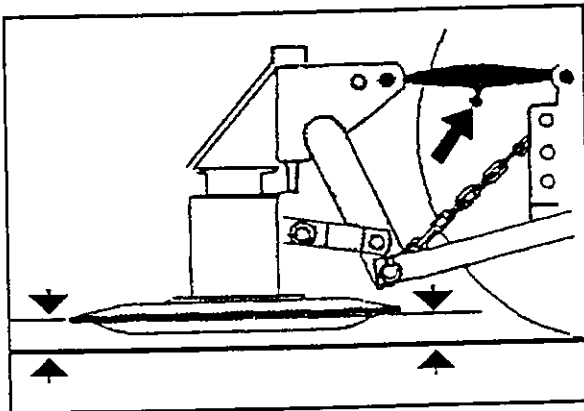

Fig. 4-14
- Ajustar la segadora rotativa de tambor con la barra conductora superior completamente horizontal respecto al suelo (Fig. 4-14).